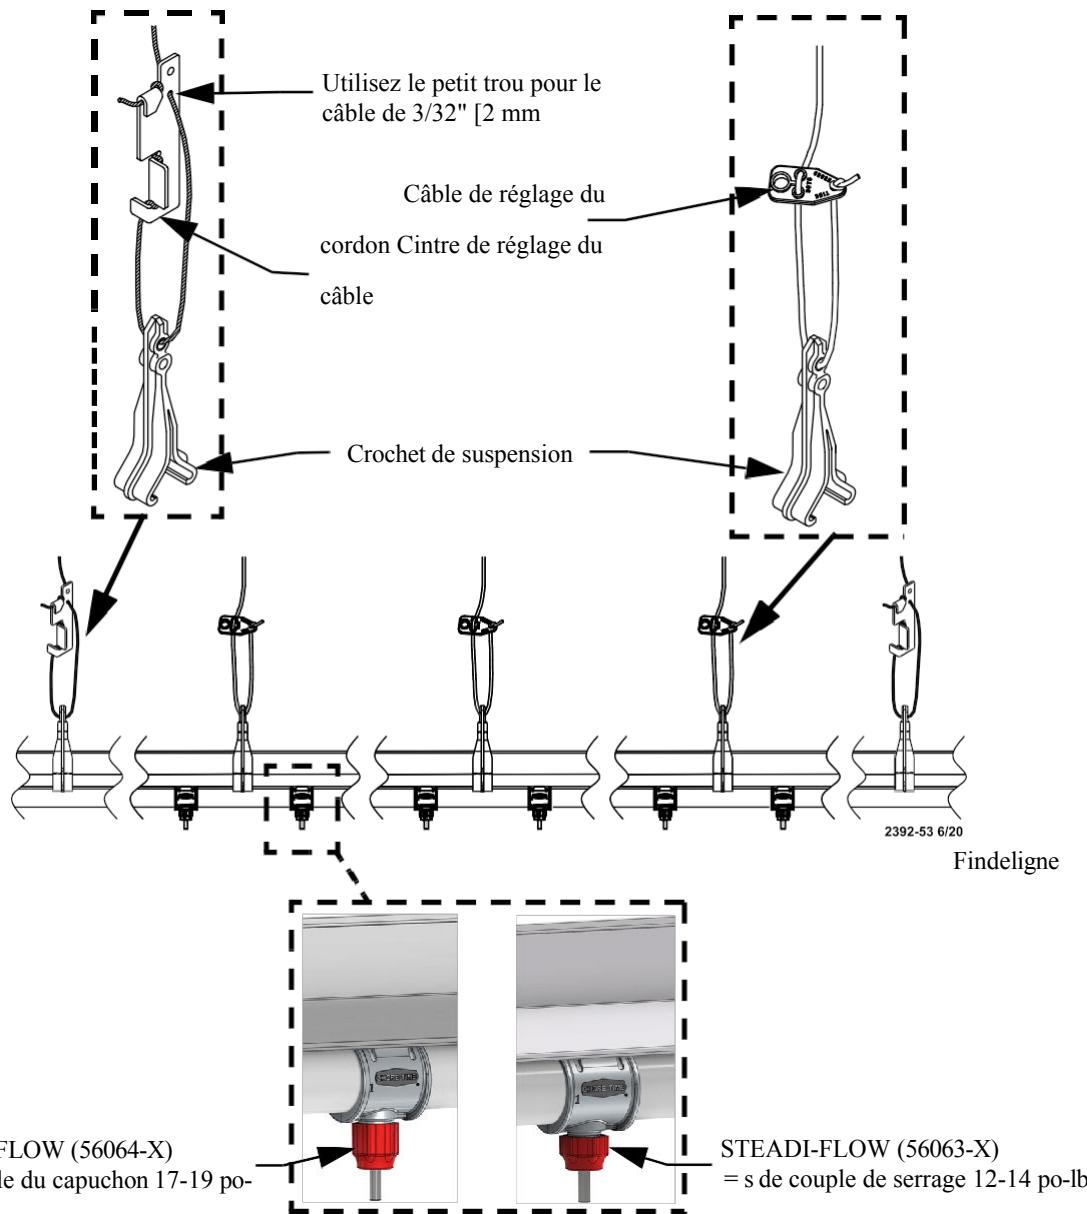

Figure 18. Suspension des conduites d'eau
3. Au début et à la fin du système, faites passer le câble de suspension par le trou supérieur du crochet de suspension et autour du crochet de réglage du câble, comme illustré à la **figure 18**. À tous les autres points de suspension, utilisez le dispositif de réglage du cordon, **comme illustré**.